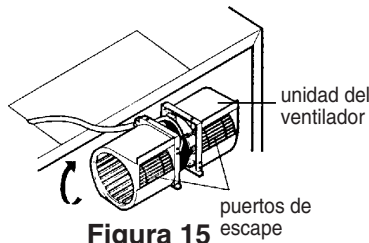
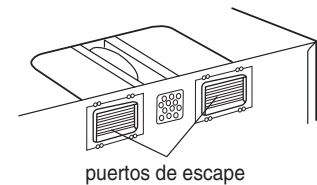

Figura 15
Figura 16
5. Gire la unidad de modo que los puertos de escape queden frente a la parte trasera del gabinete. Consulte la Figura 16. Cuando inserte la unidad del ventilador, el cable del mismo debe quedar como en la Figura 15.
6. Vuelva a colocar la unidad del ventilador en el gabinete. Verifique que los puertos de escape queden frente a la parte trasera del gabinete. Consulte la Figura 16.